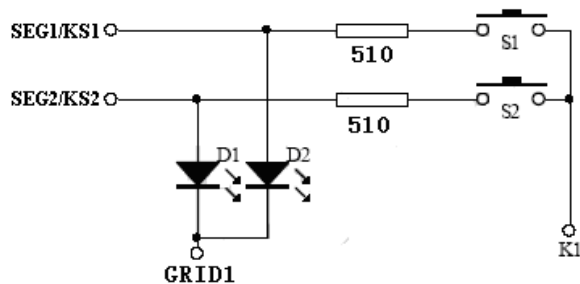

图15
- 2、在SEG1—SEG N上面串联电阻如图15所示,电阻的阻值应选在510欧姆,太大会造成按键的失效,太小可能不能解决显示干扰的问题。